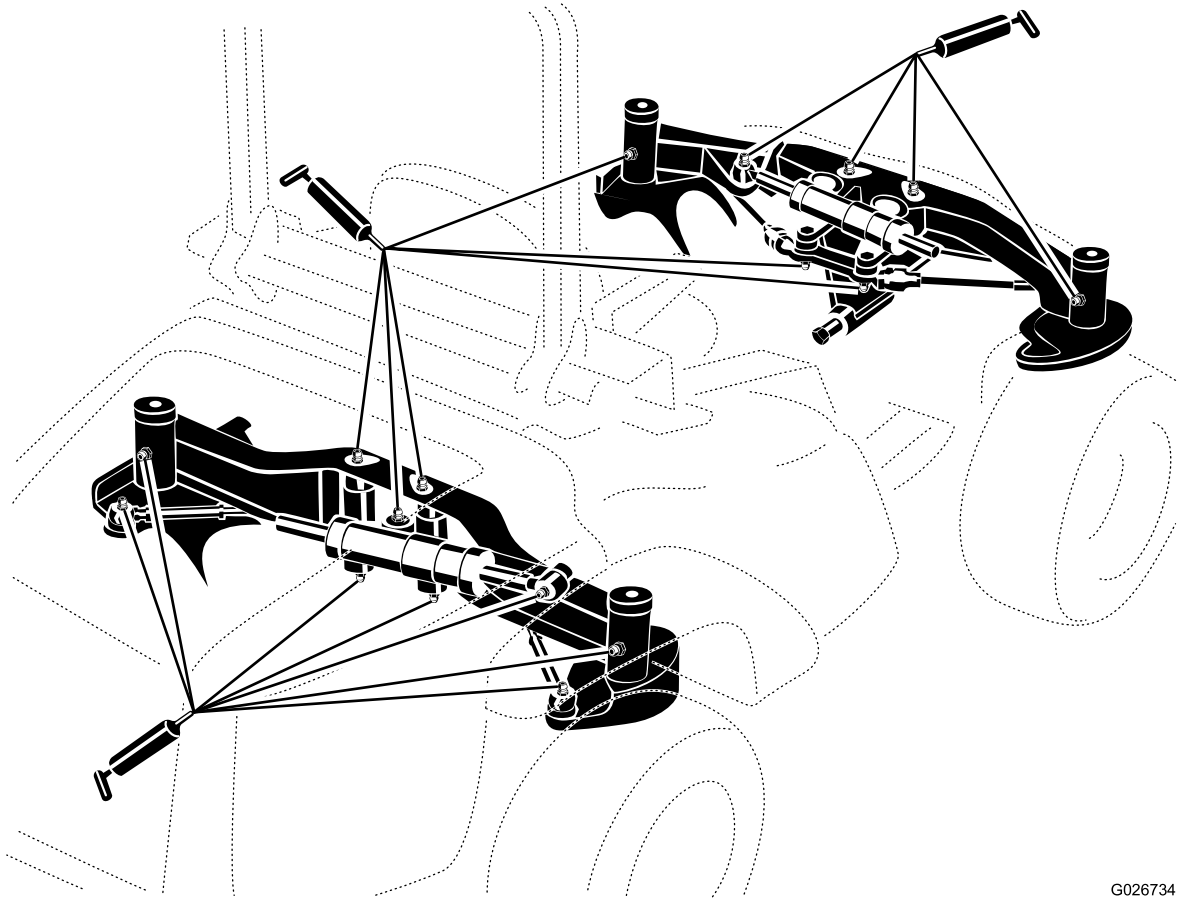

Figura 29
1. Limpe os bocais de lubrificação de modo a evitar a entrada de matérias estranhas no rolamento ou casquilho (Figura 29).